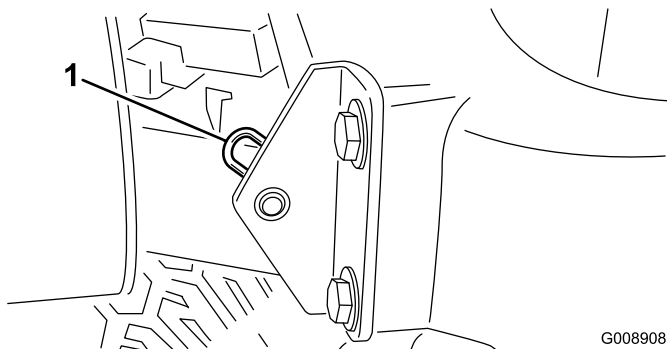

図 34
2. フードのピボット部をブラケットに固定しているヘアピンコッターを抜き取る図 34。